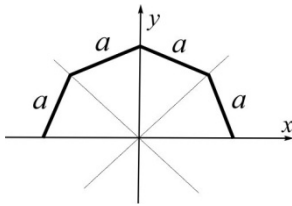

Рис.3.34
**3.34. Определить  $I_x$  для заданной плоской фигуры – половины правильного восьмиугольника (рис.3.34).**